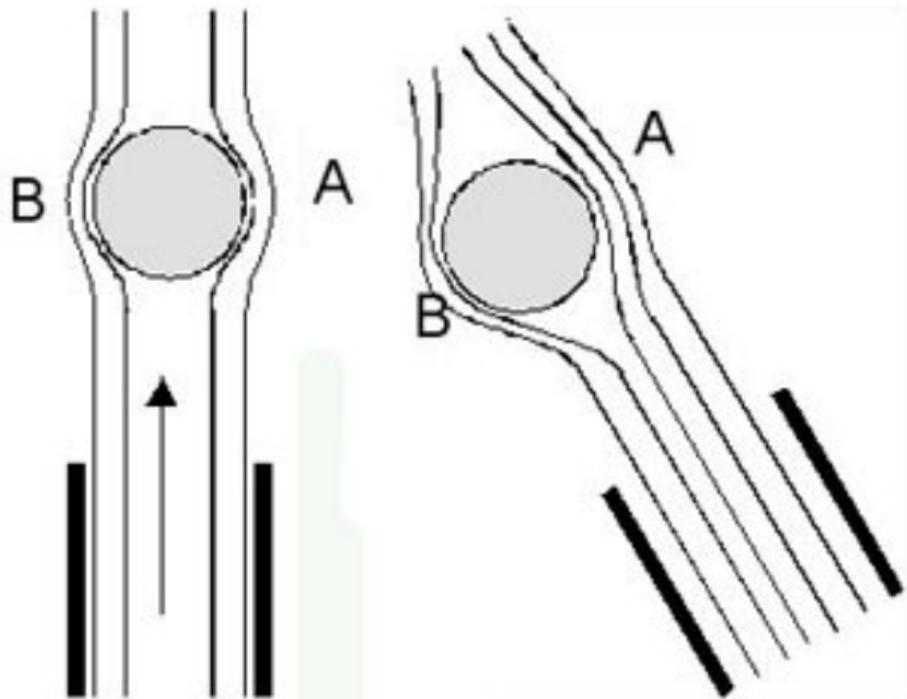

Figure 1: Schéma d'une balle de ping pong dans un fluide (l'air) produit par un sèche-cheveux.
- On place un repère cylindrique dont l'origine est le centre de la sphère. Si nous reprenons les figures 1, la vitesse est colinéaire à  $+\vec{e}_\theta$  pour le fluide passant à droite (point A) et selon  $-\vec{e}_\theta$  à gauche (point B). Donc :  $\vec{v}(r, \theta)$